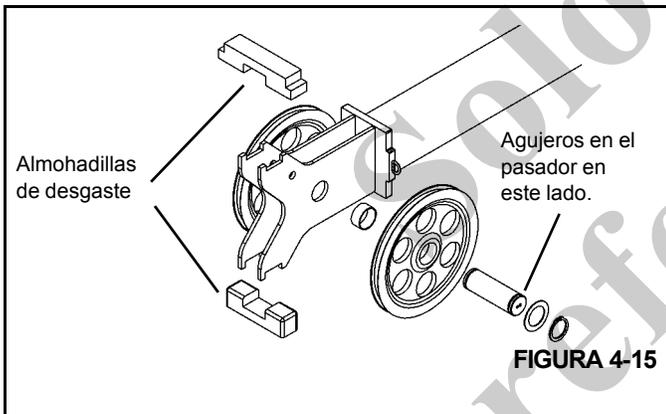

FIGURA 4-15
1. Instale las ruedas de polea en el cilindro telescópico. Los agujeros del extremo del pasador deberán quedar ubicados como se muestra en la Figura 4-15.
NOTA: Asegúrese que las almohadillas de desgaste superiores no se caigan durante la instalación del cilindro (Figura 4-15).